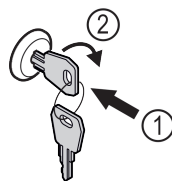

Fig. 240
- ▶ Sätt in nyckeln. Fig. 240 (1)
- ▶ Vrid nyckeln 90° medurs. Fig. 240 (2)